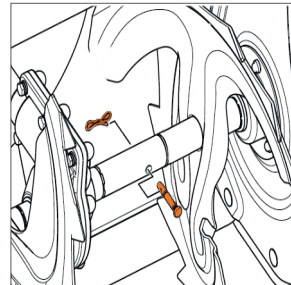

Рис. 27
- В случае с заклинивания шнека ледяным затвором или посторонним предметом штифты срезаются и шнеки прекращают вращаться, предохраняя редуктор и трансмиссию снегоборщника от поломок. Ежегодно проверяйте срезные штифты и производите их замену в случае необходимости (Рис. 27).